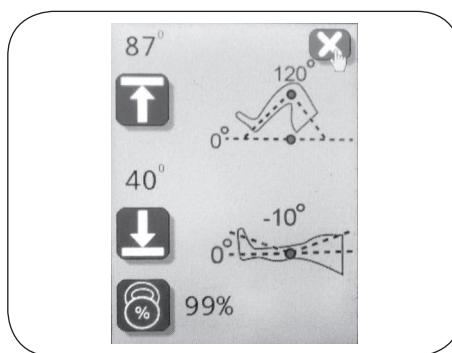

Рисунок 7.5 – Дисплей режима задания параметров механизмов
7.3 Дисплей режима задания параметров механизмов (см. рис. 7.5):